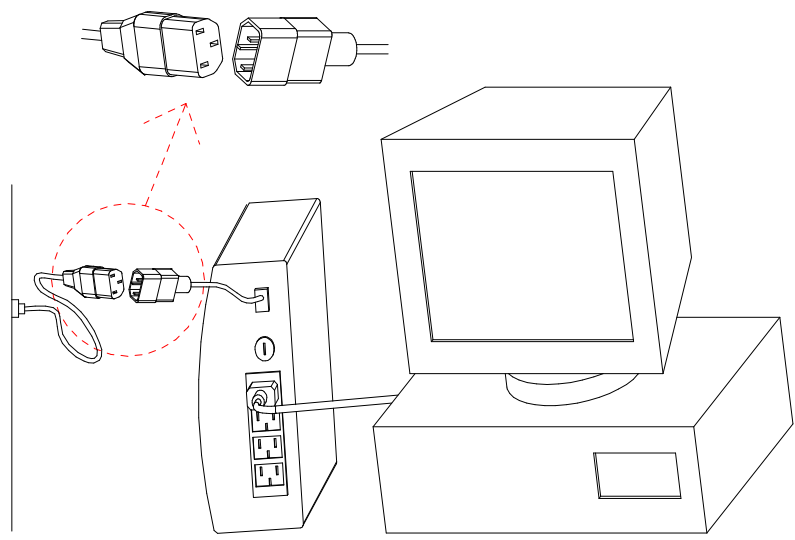

Figura 1: Collegamento dell'UPS
- 2) Inserite la spina dell'UPS in una presa elettrica a parete (vedi figura 1) e premete  sul pannello frontale. L'UPS inizierà a funzionare. Al momento della partenza, il gruppo emette un segnale acustico ed entrambi i LED del pannello frontale si accendono per 2 secondi. In seguito rimane acceso solo quello verde, che indica il funzionamento normale.